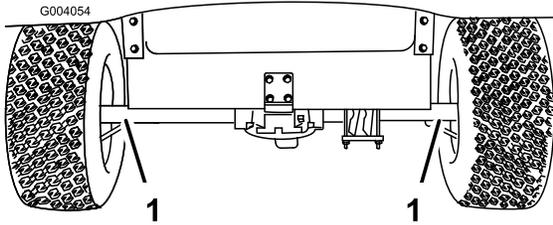
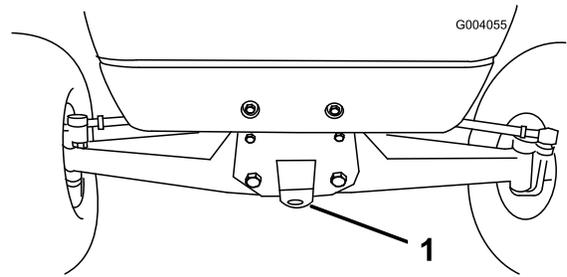

Figura 30
Figura 31
Para transportar el vehículo largas distancias, debe llevarse el vehículo sobre un remolque. Asegúrese de que el vehículo está firmemente sujeto sobre el remolque. Consulte en Figura 30 y Figura 31 la ubicación de los puntos de amarre.
1. Conecte un cable de remolque al punto de remolque, en la parte delantera del bastidor (Figura 31).